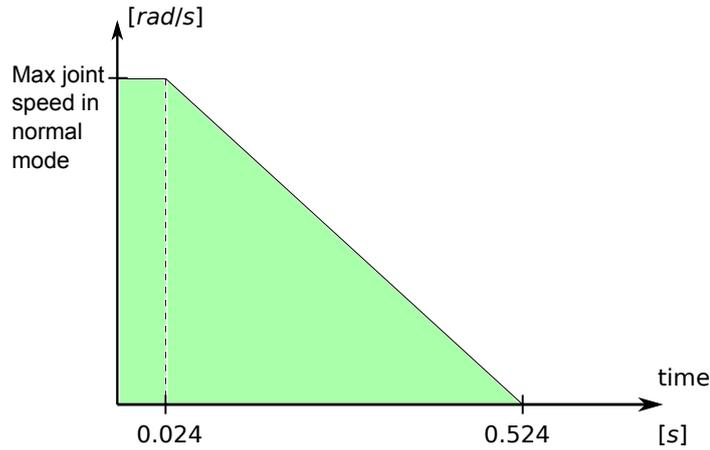

图 5.2: 斜坡下面的绿色区域即制动过程中允许的关节速度。在 0 点处, 安全处理器检测到一个事件 (紧急停止或防护停止)。减速从 24 ms 后开始。
1. 安全系统监控是否在 24 ms 内启动制动，参阅图 5.2。